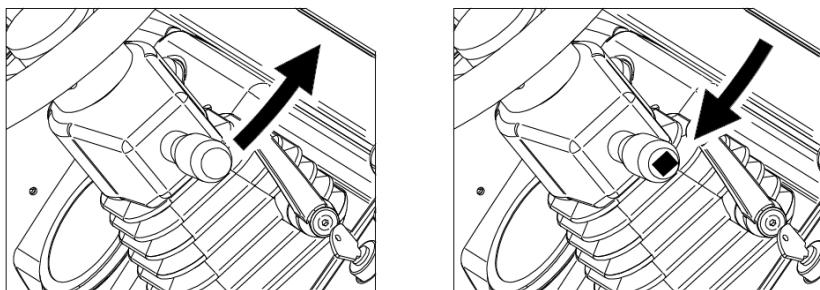

Figura 30
- Posizionare in avanti il selettore marcia (**Part. 4 Figura 12**) come mostrato in Figura 30.
- Riportare il selettore marcia in posizione centrale (folle) come mostrato in Figura 30.